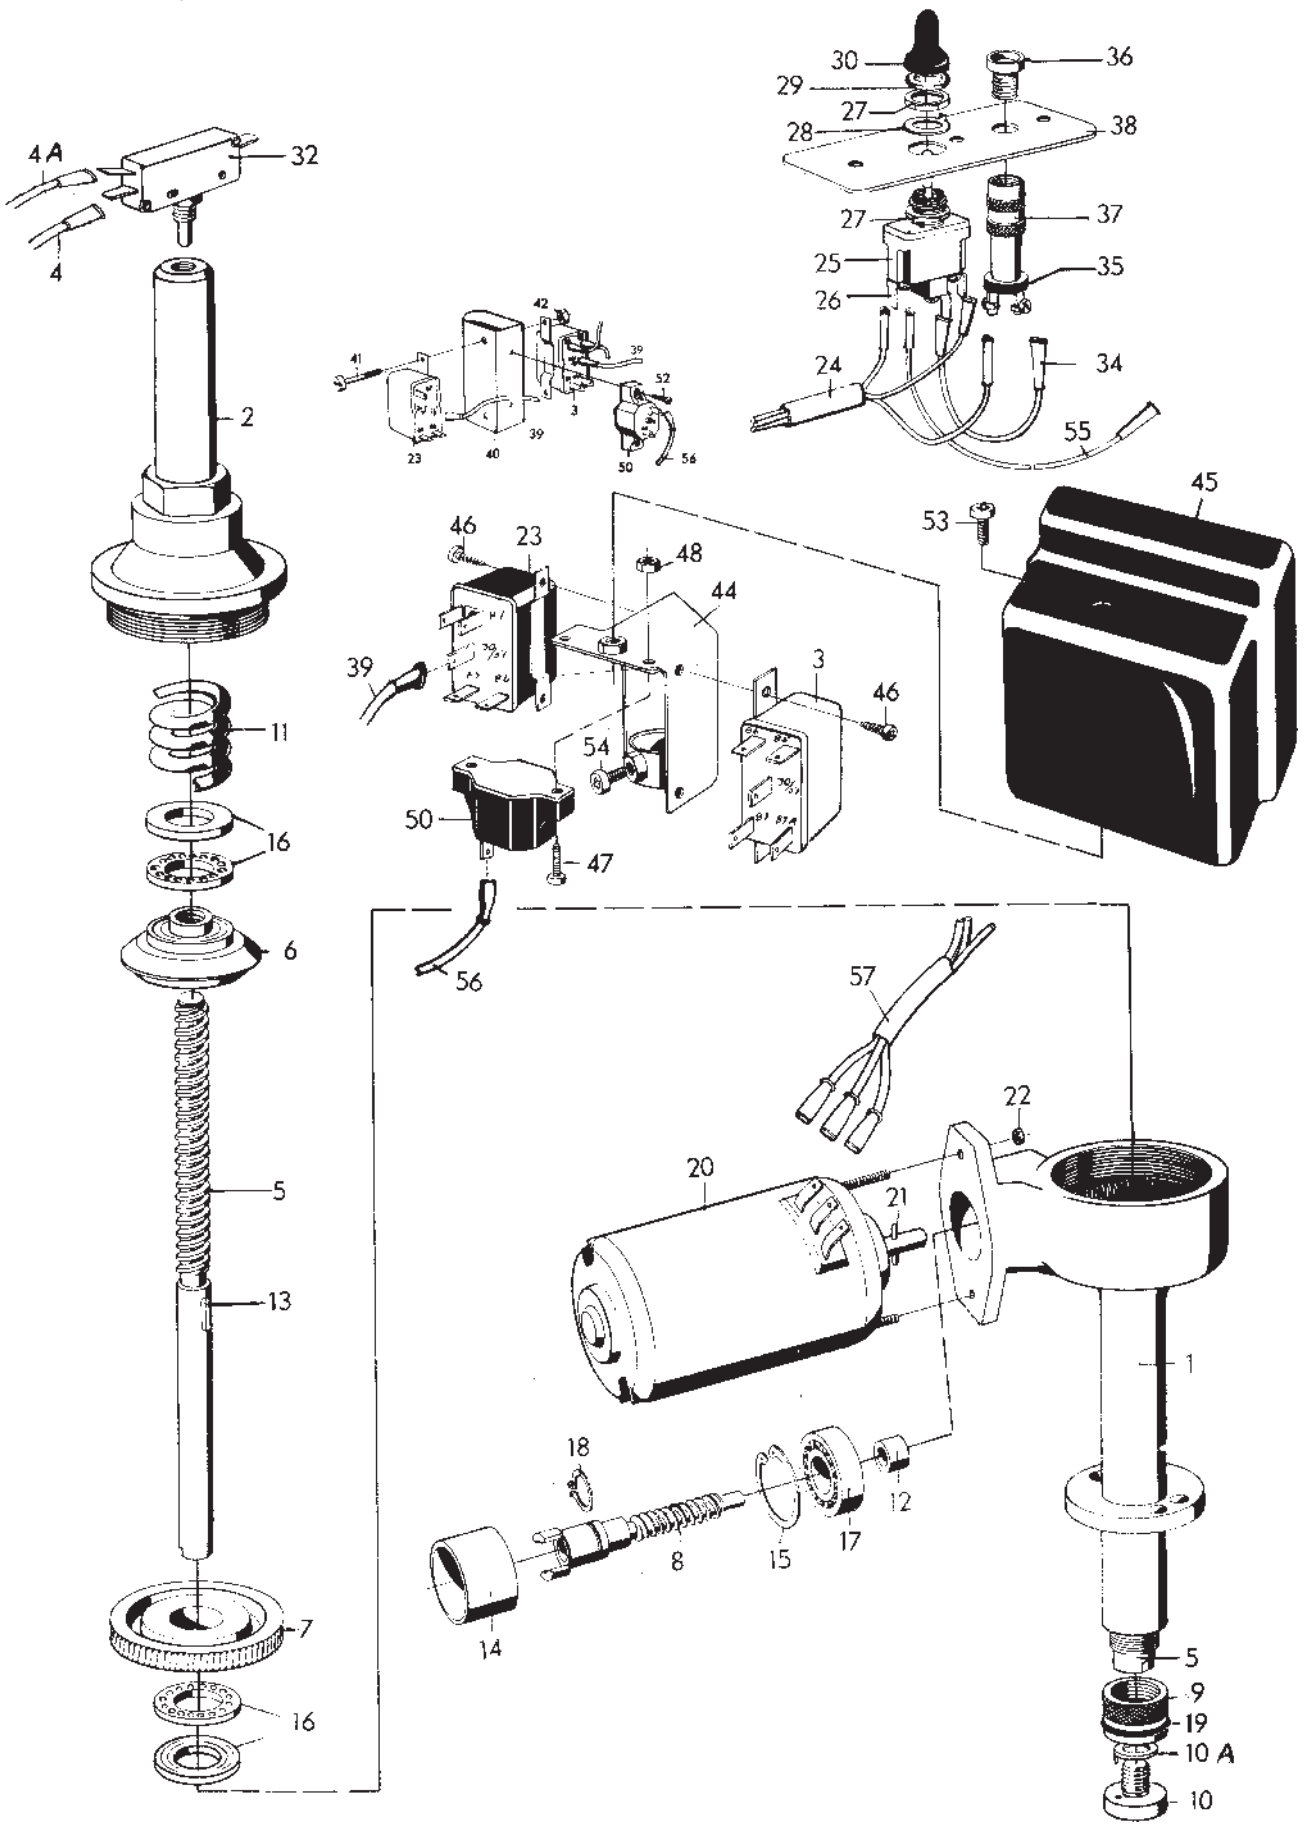

Fig. 32
1. Demontera skyddskåpan och tag bort strömbrytaren (32, fig. 32) samt konsolen med reläerna (40 alt. 44)
2. Lossa muttrarna (22) och tag bort el-motorn (20).
3. Slå upp låsbrickan (10A) samt skruva ur anslagsskruven (10) och tätningsskruven (9).
4. Gånga av överdelen (2) och lyft ur skruvstången (5), fjädern (11), lagren (16) och snäckhjulet (7).
5. Drag ur styrningen (14) och snäckskruven (8) med lagret (17).